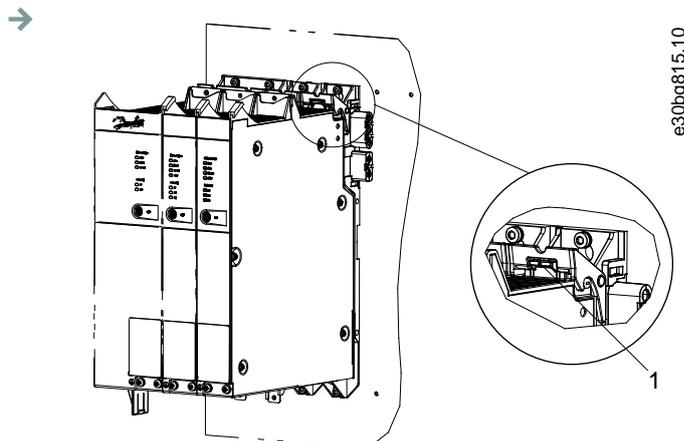

Abbildung 25: Herunterziehen der Halteschelle an der Oberseite der Rückwand
6. Ziehen Sie zum Befestigen des Moduls die Halteschelle an der Oberseite der Rückwand herunter ([1] in Abbildung 25).